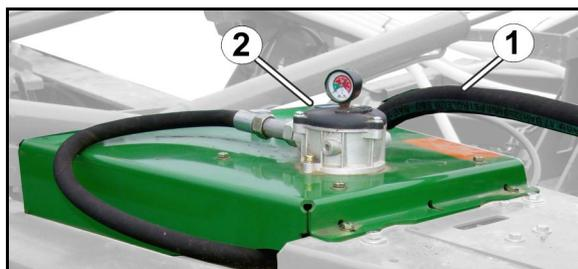

Fig. 10
Pour raccorder la pompe hydraulique entraînée par la prise de force du tracteur (Fig. 10/1) :
3. Accrochez la chaîne (Fig. 10/2) pour prévenir une éventuelle rotation de la pompe hydraulique !